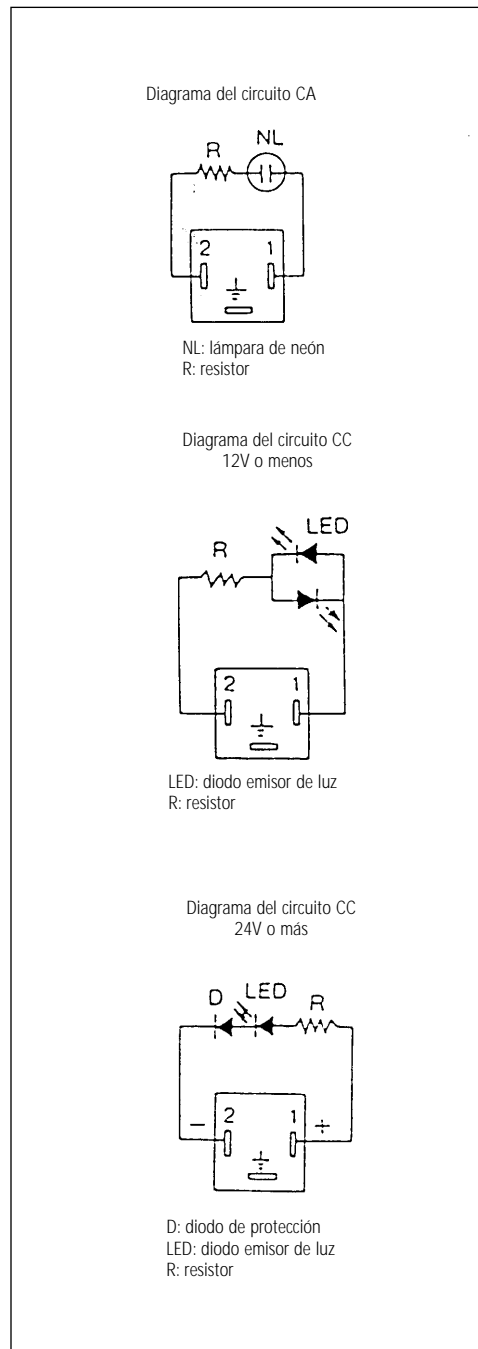

Figura 8
**Diagrama del circuito (Figura 8)**